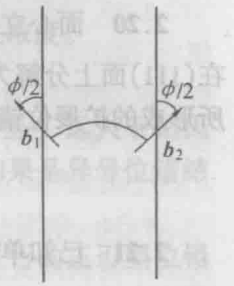

图 2-7
2.34* 在同一滑移面上有两根相互平行的位错线,其柏氏矢量模相等,且相交成 ϕ 角,假定两个柏氏矢量相对位错线呈对称配置,如图 2-7 所示,试从能量角度考虑 ϕ 在什么值的时候这两个位错线相互吸引或者相互排斥。